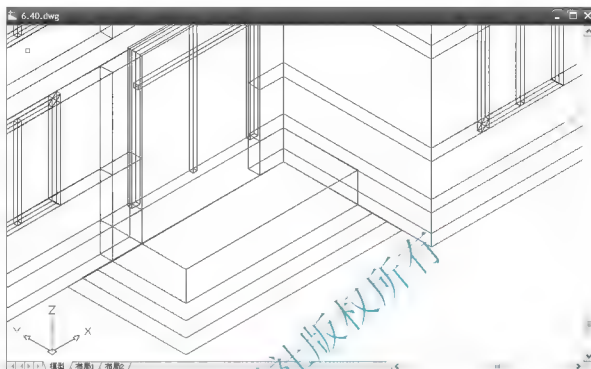

图 6.40 拉伸最里面的矩形
- (1) 选择菜单栏中的【绘图】|【建模】|【拉伸】命令,执行【拉伸】命令。
① 在选择要拉伸的对象:提示下,选择最里面的矩形。
② 在指定拉伸的高度或 [方向(D)/路径(P)/倾斜角(T)]:提示下,输入“600”,表示向 Z 轴正方向拉伸 600mm,结果如图 6.40 所示。